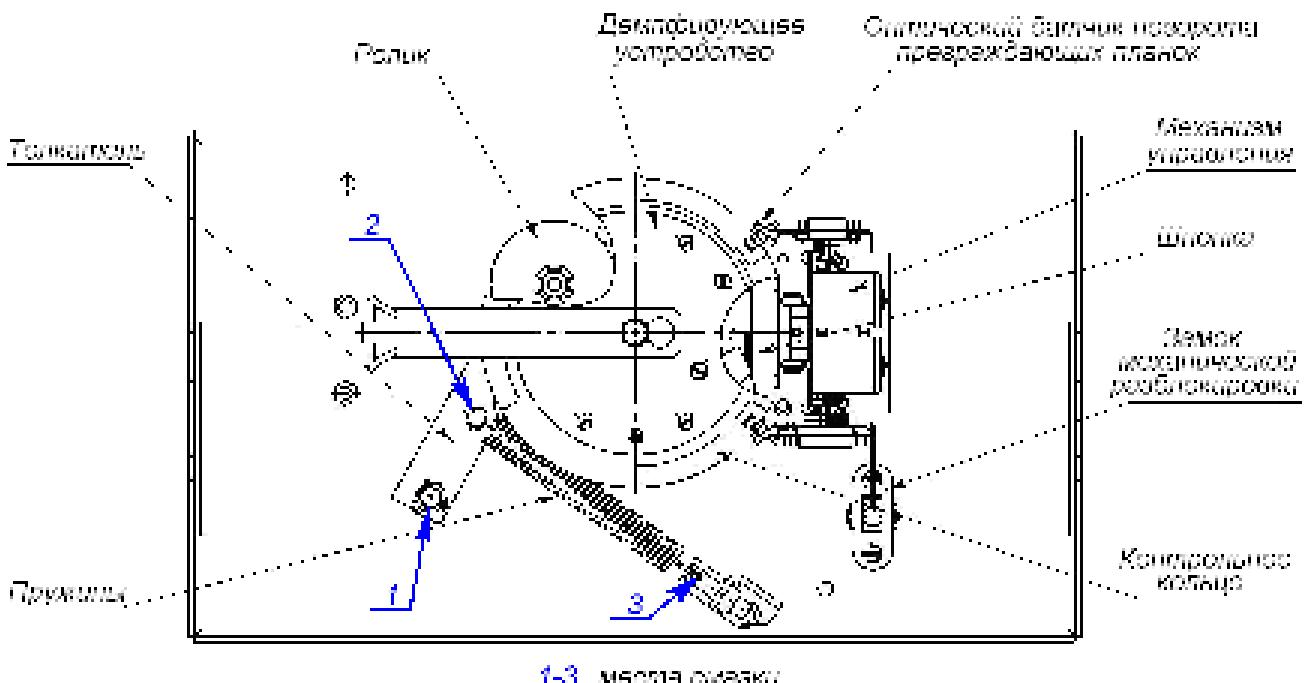

Рисунок 29. Расположение внутренних деталей и узлов стойки ЭП
2. Снимите крышку (3) в порядке, указанном в разд. 6 и положите ее на ровную устойчивую поверхность.
3. Осмотрите устройство доворота (толкатель, пружины и ролик), оптические датчики поворота преграждающих планок и демпфирующее устройство (см. рис. 29).
- четыре втулки на устройстве поворота – две на оси вращения толкателя и две на оси крепления пружин, а также отверстия в деталях крепления пружин, по две - три капли масла в каждое место смазки (места смазки указаны на рис. 29);
- механизмы секретности замка механической разблокировки (9) и замка крышки (4) со стороны замочной скважины.
- на рис. 29 – для ТРЛ производства **ZKTeco** (*FaceDepot-7A*, *FaceDepot-7B*, *ProFaceX*, *SpeedFace-V5L-TD*);